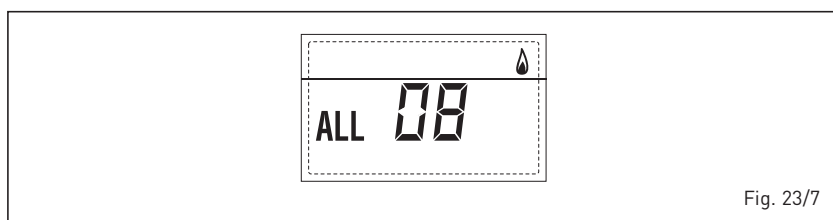

Fig. 23/7
– **ANOMALÍA EN LA CIRCULACIÓN DEL AGUA “AL 09” (fig. 23/8)**